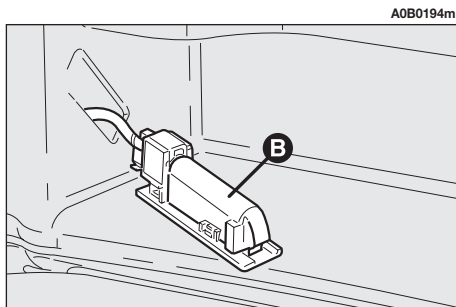

fig. 61
— Enlever la protection (**B-fig. 61**).
– Remonter la protection (**B-fig. 61**).